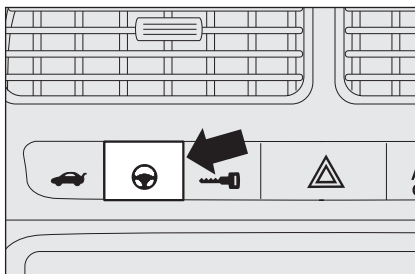

fig. 114
- l'allumage de l'inscription **CITY** sur le bouton, après la pression sur le bouton même **fig. 114**.